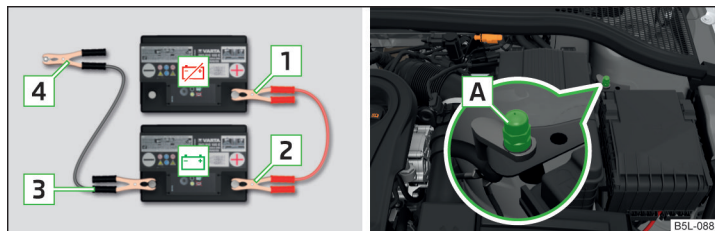

Fig. 178 Ayuda de arranque: - batería descargada, - batería que suministra corriente / punto de masa del motor en el sistema START-STOP
- En vehículos **con** el sistema START-STOP, fijar el bronce **4** en el punto de masa del motor **A** » fig. 178.